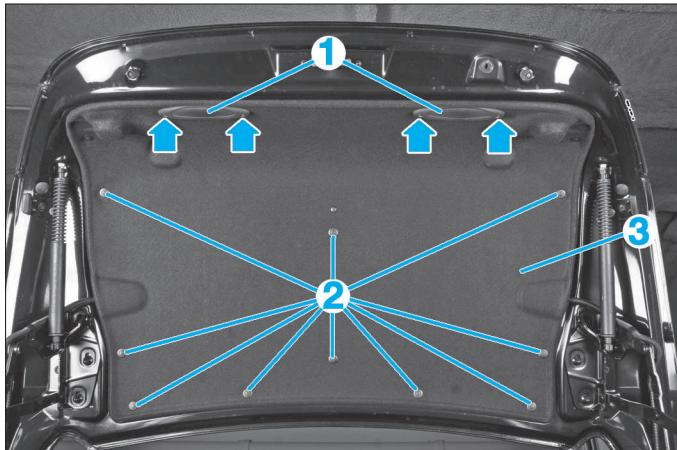

FIG. 68
- les poignées (1) (Fig.68).
- les agrafes (2).
- la garniture de coffre (3).